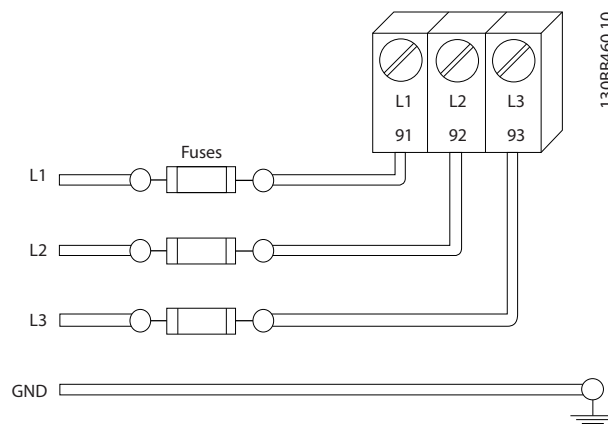

Abbildung 3.7 Sicherungen für Frequenzumrichter
- Versehen Sie alle Frequenzumrichter mit Kurzschluss- und Überlastschutz. Dieser Schutz wird durch Sicherungen am Eingang gewährleistet, siehe *Abbildung 3.7*. Wenn die Sicherungen nicht Teil der Lieferung ab Werk sind, muss sie der Installateur als Teil der Installation bereitstellen. 11.1 *Leistungsabhängige technische Daten* zeigt die maximalen Nennwerte der Sicherungen.